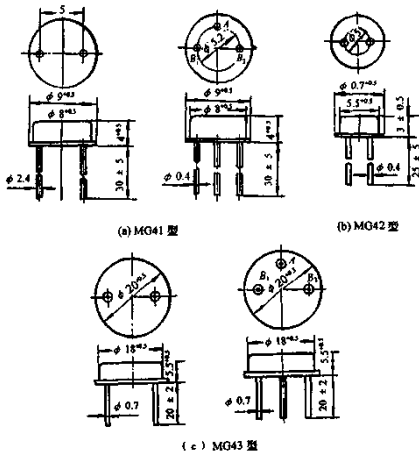
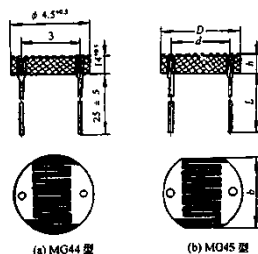

图 3-1 MG41、42、43 型光敏电阻器外形结构尺寸图
图 3-2 MG44、45 型光敏电阻器外形结构图
MG 型光敏电阻器主要技术参数见表 3-3,外型结构尺寸见图 3-1、图 3-2 和表 3-4。
- (1) 光敏电阻器在不超过额定功率情况下,工作电压可在最高工作电压以下选择。
- (2) MG 光敏电阻器适用于可见光谱范围 $0.4 \sim 0.76\mu\text{m}$ 。
- (3) MG41-2×1 及 MG43-2×4 均为双光敏电阻器。图 3-1 中:AB1、AB2 是两个光敏电阻器,A 为共用脚。MG41-2×1 每个光敏电阻器额定功率为 10mW, MG43-2×4 每个光敏电阻器额定功率为 100mW。双光敏电阻器亮阻值相对误差 $\leq \pm 20\%$ 。
- (4) 使用时应加限流电阻,以防光照突然变化而使光敏电阻器超载。
- (5) 光敏电阻器宜存于常温、干燥处,并要避免光直接照射。